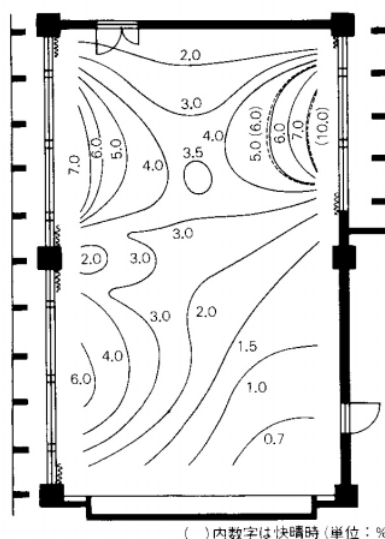

図 1 昼光率分布の例（出典：参考文献 [5], p.74）
- ・ レポート作成にあたっては，配付資料 12 ページの 6 . 2 および 6 . 3 を参照。昼光率基準には，配付資料 3 ページの表 1 - 2，もしくは配付資料 8 ページの表 3.1.3 などを用いる。下の図 1 のような昼光率の分布図も描く。